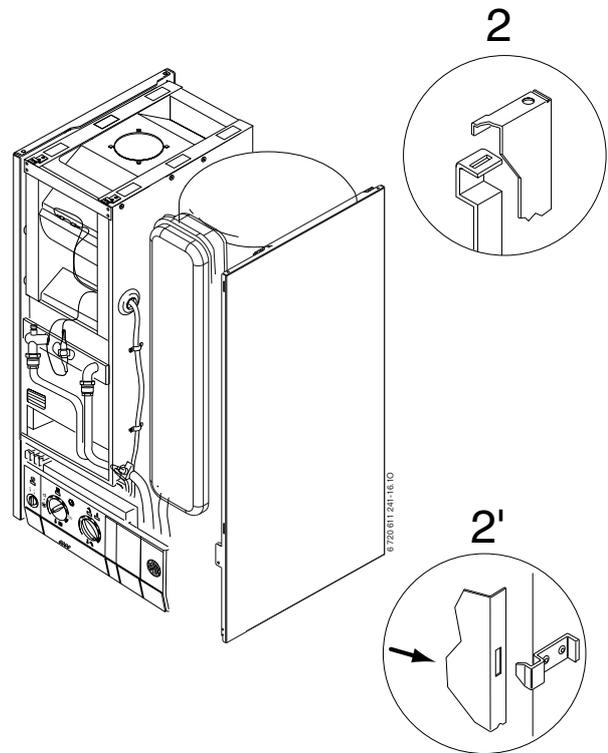

Fig. 13
- ▶ Introducir los ganchos de planchas de la carcasa derecha, en los taladros del ojal (2), que se encuentran en la parte superior y fijar el tornillo proporcionado en la parte inferior (2'), como fig. 13.